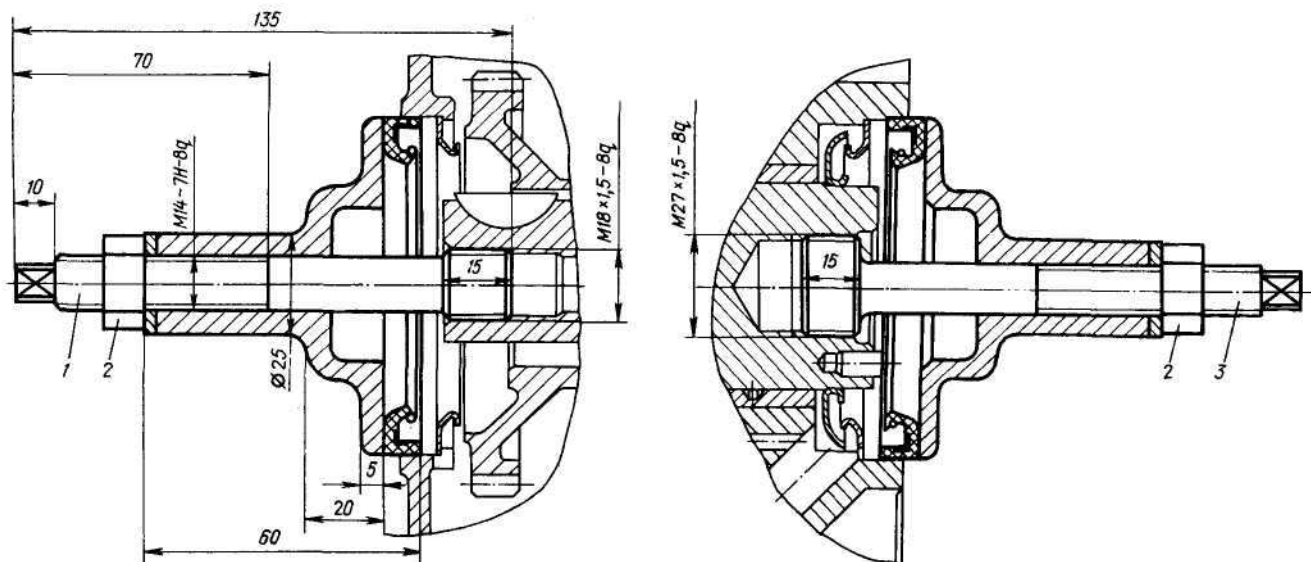

Рис. 49. Оправка для установки сальников коленчатого вала:
- установите маслоотражательные шайбы и запрессуйте сальник коленчатого вала в случае, если он был снят, пользуясь оправкой (рис. 49);
- если был снят сальник коленчатого вала, установите его при помощи специального приспособления (рис. 49) для того, чтобы избежать перекоса;